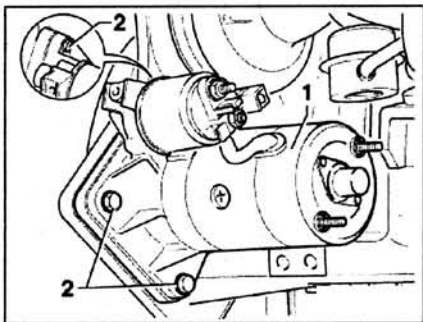

Рис. 8.2. Открутите болты **2** и снимите стартер **1**.
3. Открутите болты **2** и снимите стартер **1** (рис. 8.2). При установке затяните болты моментом 60 Нм.